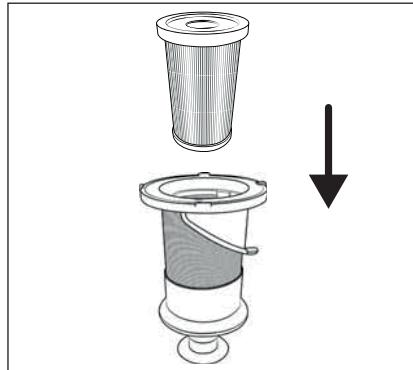

Fig. 24
- No gire el filtro de acero inoxidable ⑥ mientras lo inserta en el depósito de polvo ⑦. Observe también las dos marcas de puntos en el filtro de acero inoxidable ⑥ y en el depósito de polvo ⑦ para colocar bien el filtro de acero inoxidable ⑥.
- 7) Inserte el filtro EPA ⑤ en el filtro de acero inoxidable ⑥ (consulte la fig. 24).